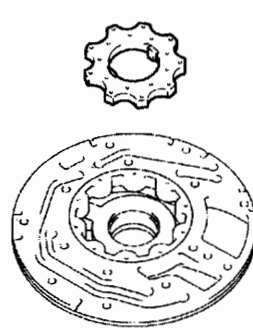

图 12-1-108
(9) 如图 12-1-108 所示, 拆下前机油泵驱动齿轮。